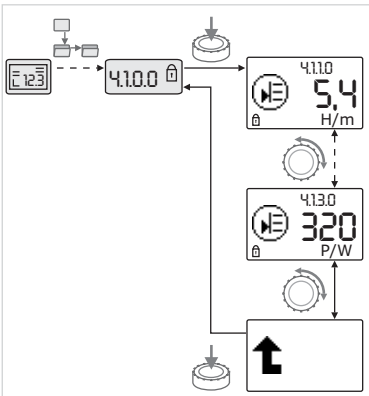

Fig. 34: solicitud de información
- Girando el botón blanco se accede a elementos de menú del tipo "Información" del submenú actual (véase la Fig. 34). Para obtener una explicación de los ajustes representados por símbolos, véase la tabla del capítulo 8.7 "Referencia de elementos de menú" en la página 179.